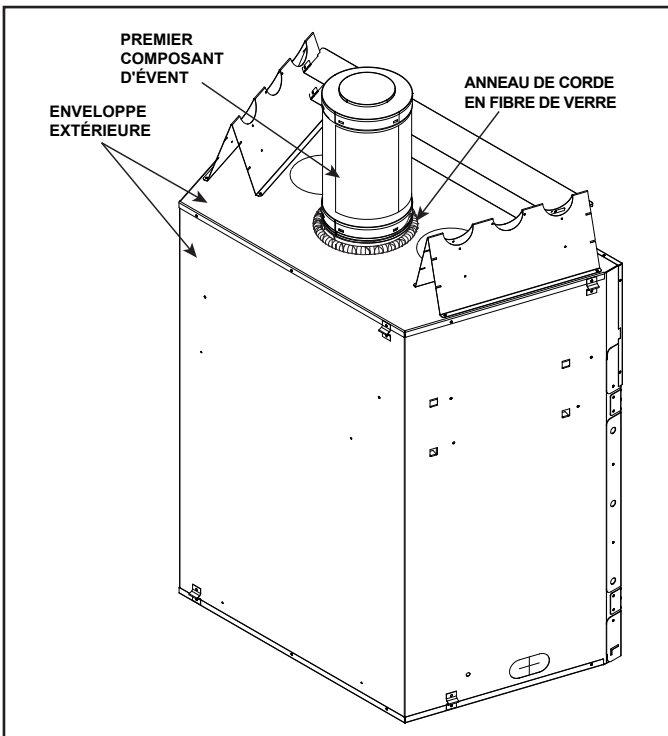

Figure 4.8 Anneau de corde en fibre de verre installé
2. Assurez-vous que l'anneau de câble en fibre de verre expédié en place scelle entre le premier composant et l'enveloppe extérieure de l'appareil. Voir la figure 4.8.